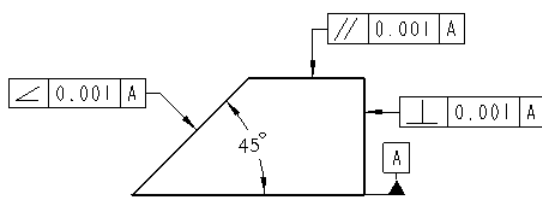

图 5.6.29 标注“平行度”
Step6. 单击对话框中的 **确定** 按钮 (或单击中键), 完成“平行度”的标注, 结果如图 5.6.29 所示。